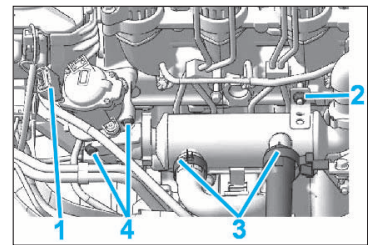

FIG. 38
- Débrancher le connecteur (1) de la vanne EGR (Fig.38).